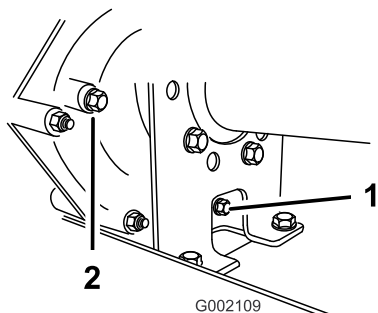
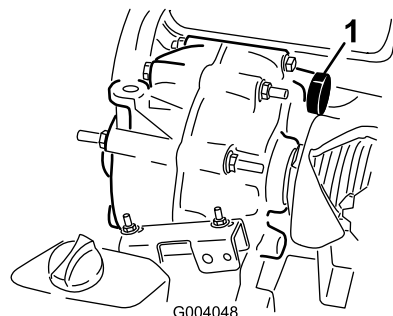

図 62
図 63
2. 補給口および排出口の周囲をウェスできれいにふき取る 図 62。
4. 補給プラグを左に回して抜きとる 図 62。
5. ドレンプラグを左に回して抜きとる 図 62。
6. ガスケットとドレンプラグを元通りに取り付ける 図 62。
7. 補給プラグ穴から、オイル溜め 図 63 に、所定のトランスミッションオイル約 1.4 リットルを入れる。これで補給口のねじ山の下位置までオイルが入る 図 62。
8. ガスケットと補給プラグを元通りに取り付ける 図 62。
10. オイルの量を点検し、ねじ山の下位置より下がっている場合には適宜追加する 図 62。